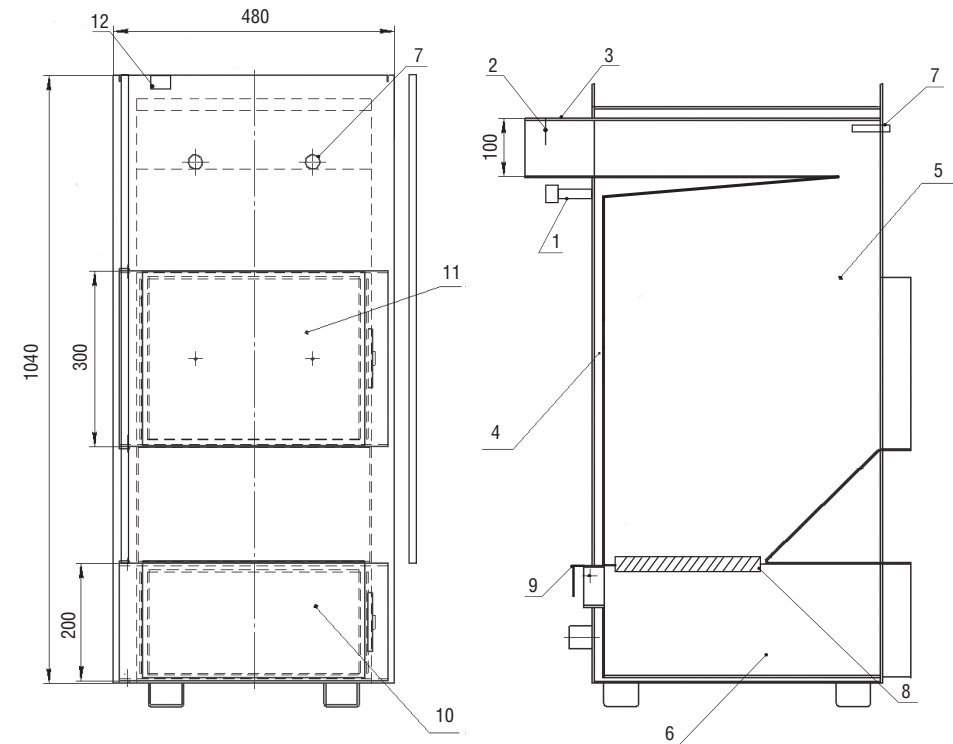

Рис. 1. Котел без обшивки.
3.1. Котел (рис.1) представляет собой сварную конструкцию прямоугольной формы из листовой стали, состоящую из камеры сгорания, разделенной колосниковой решеткой (8) на топку (5) и зольник (6) вокруг которой в корпусе (4) циркулирует вода (водяная рубашка). Снаружи корпус закрыт декоративной обшивкой.